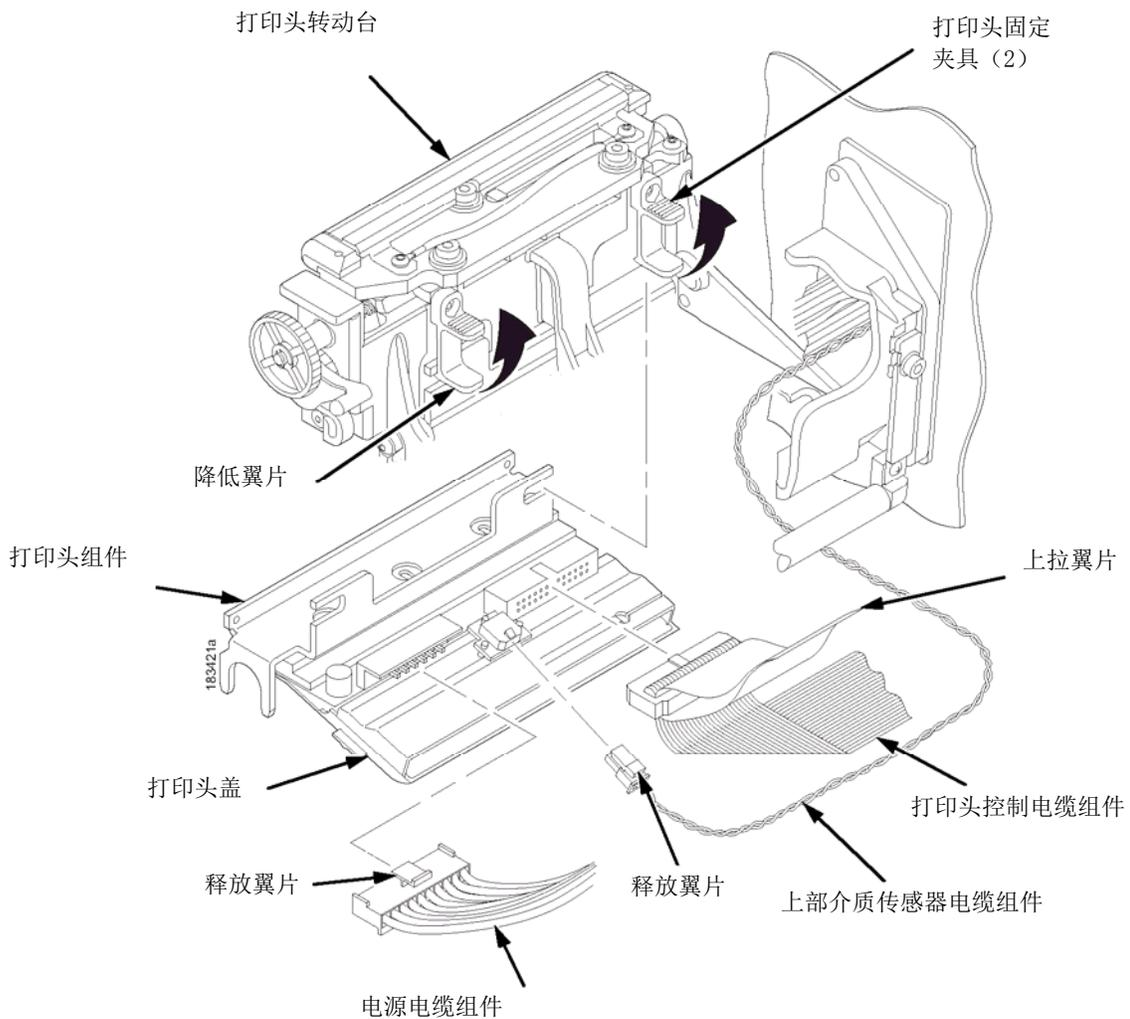

图8. 更换打印头组件
**注意：**上部介质传感器电缆组件连接于 4 英寸型号的中间，6 英寸型号的左边（图 8），8 英寸型号的右边。